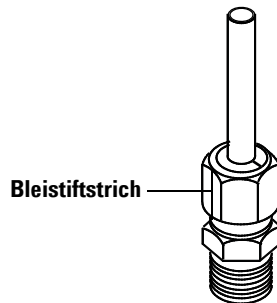

Abb. 14 Markieren der Armatur
- 7 Markieren Sie die Mutter mit einem Bleistiftstrich (Abb. 14).